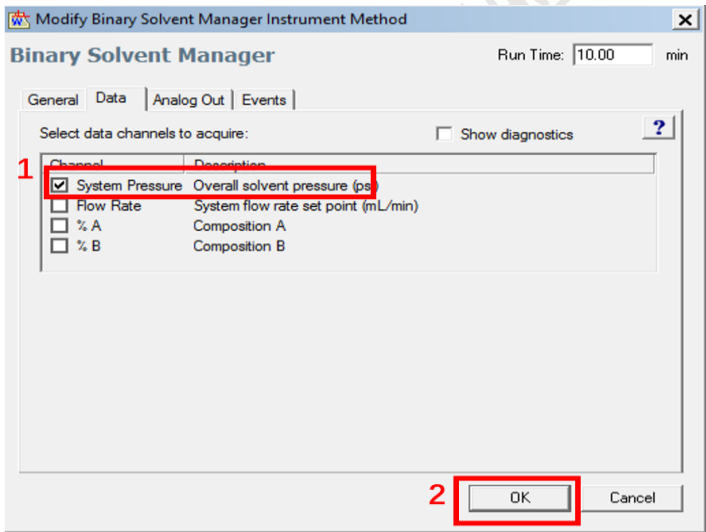

图 6-27
- ① 设置 A、B 相成分（A 为水相，B 为有机相），流速为 **0.4 ml/min**（超高效液相色谱柱），系统压力上下限及洗脱梯度。在 Run time 窗口，输入运行总时间。
- ② 点击 Data 选项，弹出图 6-27，勾选输出压力。